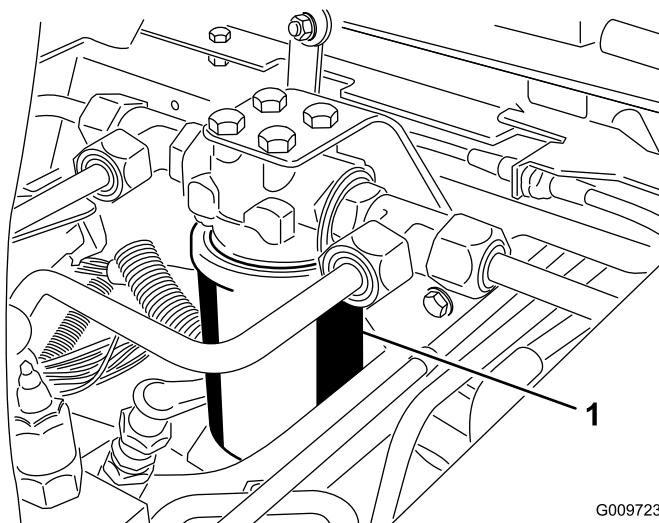
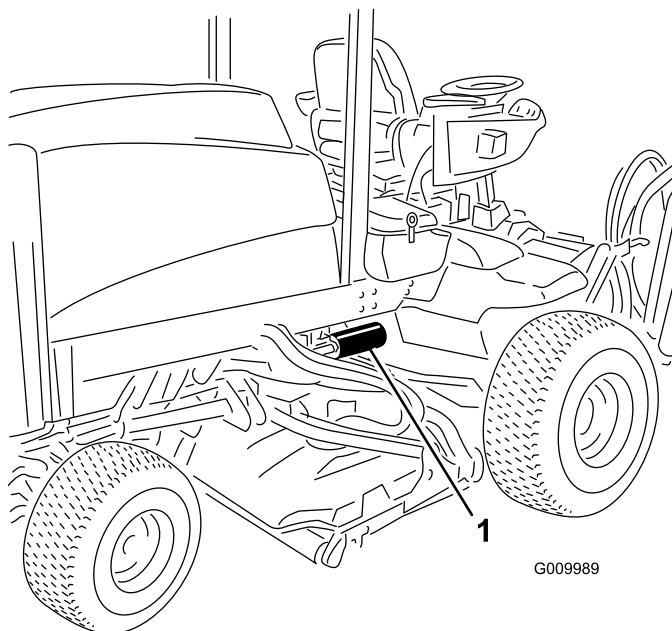

Bild 55
Bild 56
2. Reinigen Sie den Anbaubereich des Filters. Stellen Sie ein Auffanggefäß unter den Filter (Bild 55 und Bild 56) und entfernen diesen.